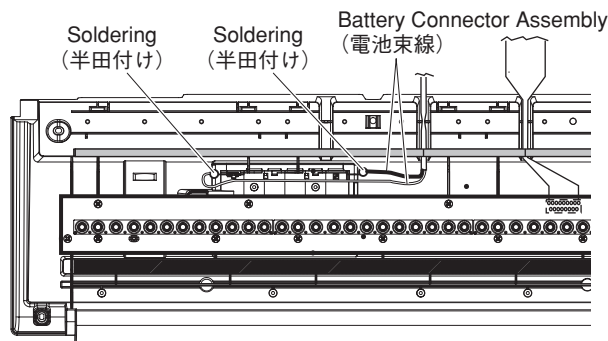

Fig. 7 (図7)
- 9-3 Remove the battery connector assembly soldered to the spring terminal A and spring terminal B. (Fig. 7, Photo. 3)
- 9-3 接点バネA、接点バネBに半田付けされている電池束線を外します。(図7、写真3)